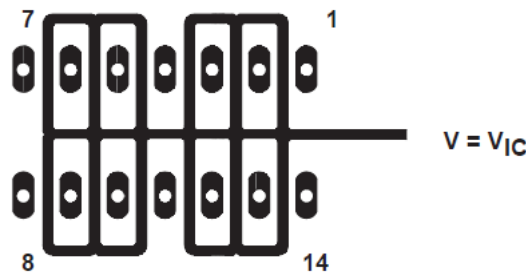

図 5-4. デバイス入力周辺の絶縁金属 (J および N パッケージ)
1. デバイスを他の潜在的なリーク源から絶縁します。デバイス入力周囲と間に、接地されたシールドを使用します (図 5-4 を参照)。そうしなければ入力に流れ込む可能性のあるリーケージがシャントされます。
TLC274 および TLC279 は入力インピーダンスが非常に高く、バイアス電流が低いので、低レベルの信号処理に適していますが、プリント基板やソケットに流れるリーク電流がバイアス電流要件を簡単に超え、デバイス性能が低下する可能性があります。入力の周囲にガードリング (セクション 5 の 図 5-4 のものと同様) を配置することをお勧めします。これらのガードは、同相モード入力と同じ電圧レベルの低インピーダンスソースから駆動する必要があります (図 6-3 を参照)。